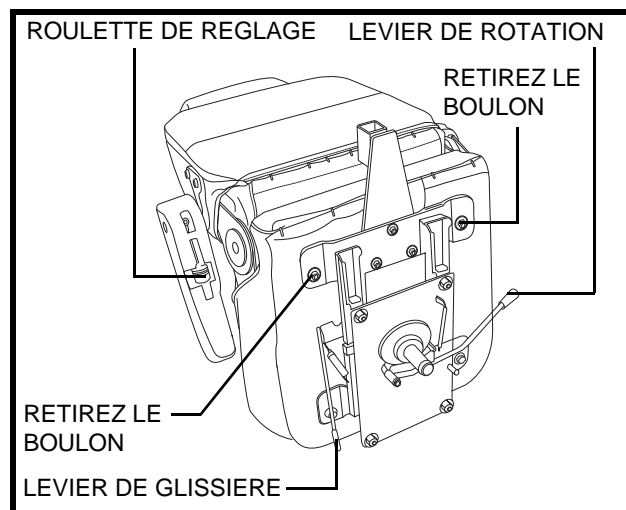

Figure 18. Réglages du siège
1. Poussez le levier vers l'avant pour débloquer le siège. **Voir la figure 18.**
Votre scooter est équipé d'une glissière à siège de type automobile. Vous pouvez déplacer le siège vers l'avant ou vers l'arrière. **Voir la figure 18.**
L'inclinaison des accoudoirs peut être réglée. **Voir la figure 18.** Élevez ou abaissez l'inclinaison des accoudoirs en tournant la roulette de réglage sous l'accoudoir.